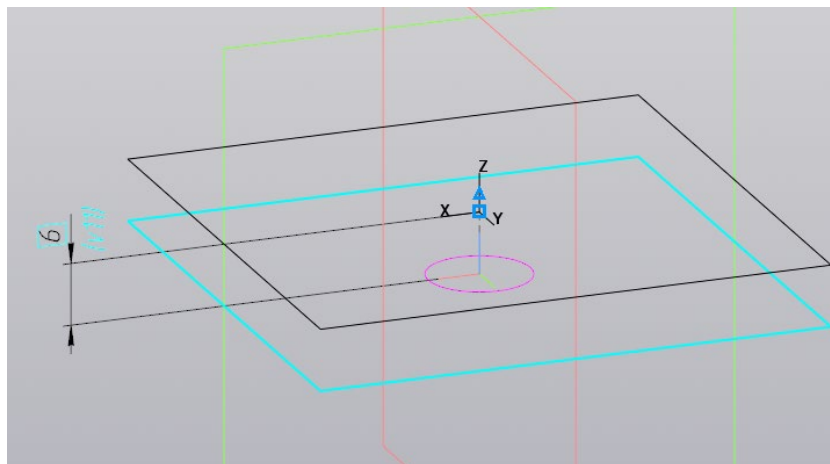

Рисунок 51 – Создание первой смещенной плоскости
9.4 Параллельно плоскости XY создайте первую смещенную плоскость на расстоянии 6 мм (рис. 51).